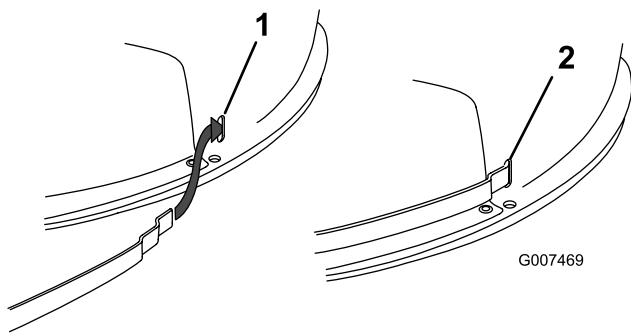

Figura 20
Nota: Non togliete le cinghie dalla scocca del tosaerba. Se una cinghia dovesse uscire dalla scocca, inseritela come mostrato in (Figura 20).
16. Sollevate il cesto di raccolta dell'erba e montate il perno con testa, le 2 rondelle e la coppiglia per fissare il tubo di scarico alla piastra superiore (Figura 20).